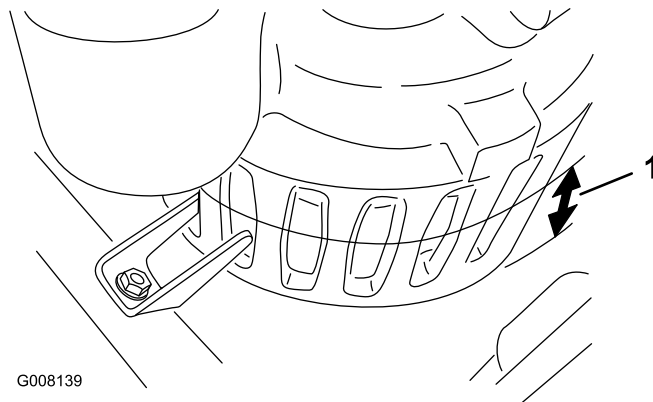

Figure 8
1. Mesurez la profondeur de l'eau dans la partie la plus basse du bunker. Si elle est inférieure à 6,35 cm (niveau d'eau à la moitié des fente sur la pompe), creusez un trou de 30 cm x 30 cm de 5 à 7,5 cm de profondeur pour y placer la pompe (Figure 8).